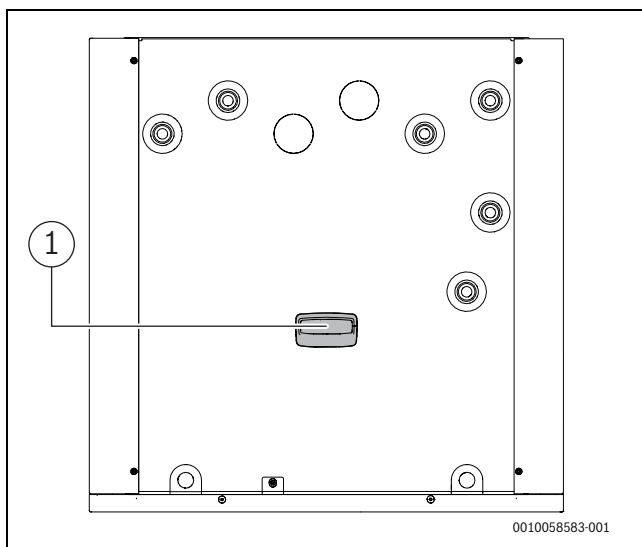

Bild 13 Connect-Key platzieren
- ▶ Modul in den Halter einsetzen (→ [1], Abbildung 13). Wenn das Modul richtig eingesetzt wurde, blinkt eine LED.